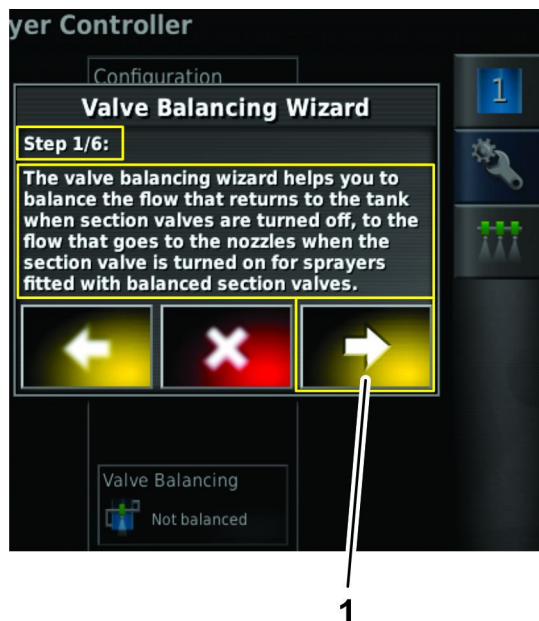

Figura 47
1. Na etapa 1 do assistente de balanceamento de válvulas, leia a descrição do assistente e, em seguida, pressione o ícone avançar (Figura 47).